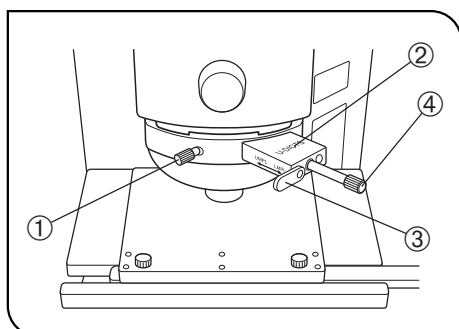

Fig. 7
2 Ajuste de la corredera DIC (Fig. 7)
(Fig. 7)
1. Ajuste el contraste de fondo, girando el mando de desplazamiento del prisma ④ de la corredera DIC, como se describe debajo. (Fig. 7)